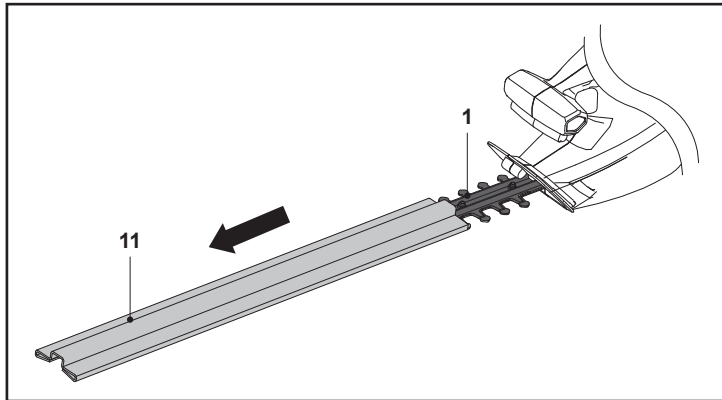

Fig. 1
1. Scoate protecția (11) de pe dispozitivul de tăiere (lamă) (1) înainte de utilizare (Fig. 1).
2. Păstrează în siguranță protecția lamei (11).